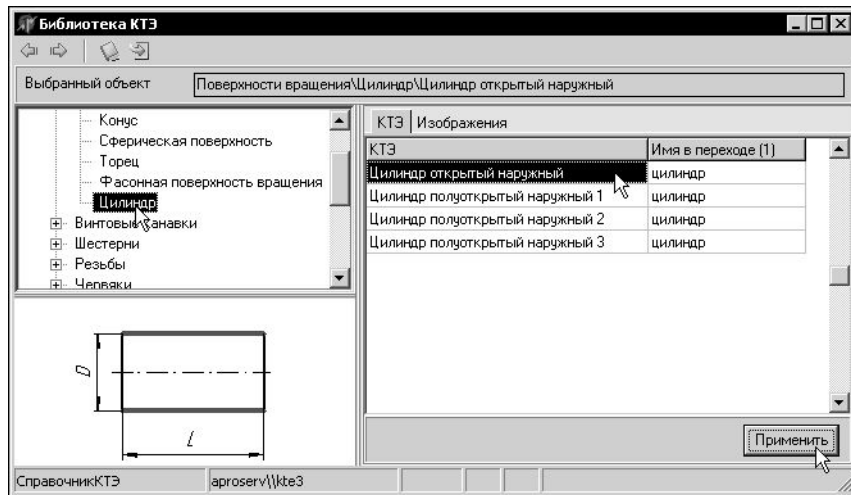

Рис. 9.20. Выбор КТЭ в библиотеке
3. В библиотеке КТЭ (рис. 9.20) укажите требуемый КТЭ и нажмите кнопку **Применить**. Порядок работы с библиотекой такой же, как и с другими базами данных универсального технологического справочника (подробнее см. раздел 8.1).